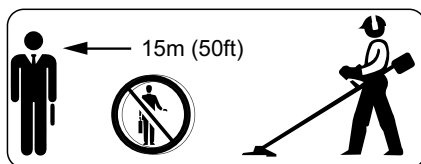

Рис. 3
**3. Нож сильно разбрасывает объекты** - Надевайте защитные средства для глаз, лица и ног. Всегда очищайте рабочую зону от любых посторонних предметов перед использованием ножа. Не подпускайте людей и животных ближе, чем на 15 метров по всем направлениям (Рис. 3).
**6. Зона риска диаметром 15 метров** - наблюдатели могут быть травмированы. Не подпускайте людей и животных ближе, чем на 15 метров по всем направлениям (Рис.3).